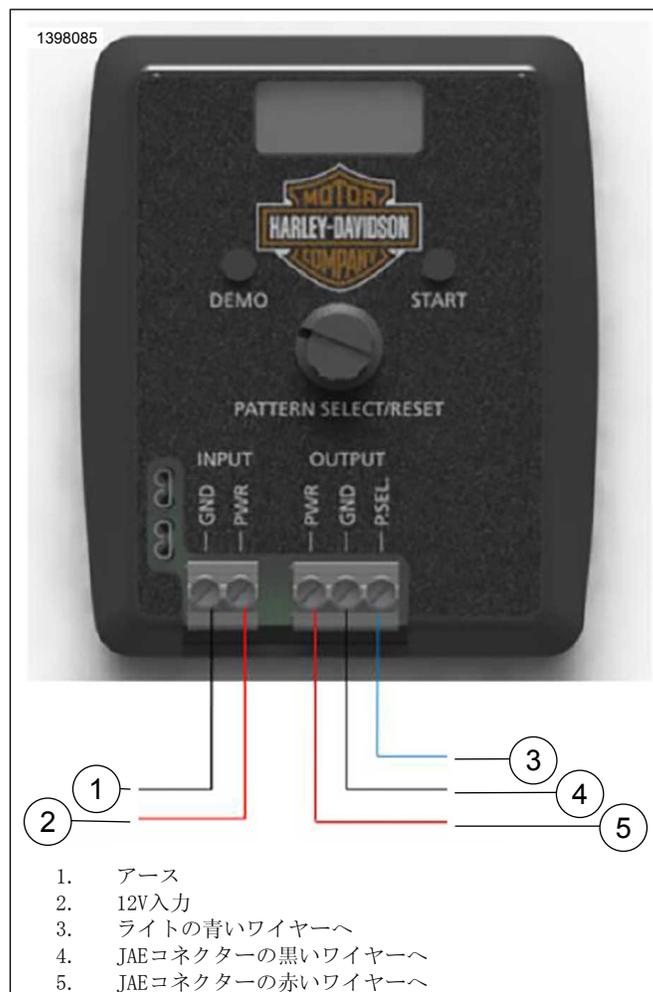

図3。パターンプログラミングの設定
1. 図3を参照してください。12V電源をPSCPに接続します。
2. 図3を参照してください。ライトアレイをPSCPのOUTPUTターミナルに接続します(ディーラー提供のワイヤーが必要です)。